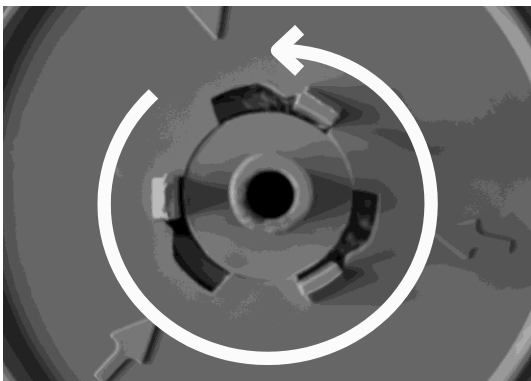

Fig. 4.2.4: Filtervergrendeling verwijderen
4. Ontgrendel de filtervergrendeling (Fig. 4.2.4) in het midden van het filter (voor- en achterkant van de filterschijf) door deze in te drukken en iets linksom te draaien.